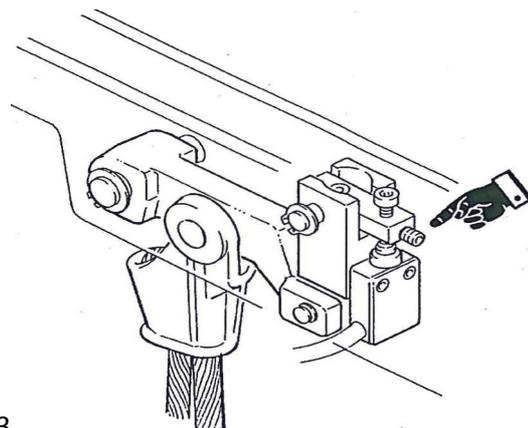

Abb. 143
*Vierteljährliche Überprüfung der Überlastsicherung (Abb. 143):*